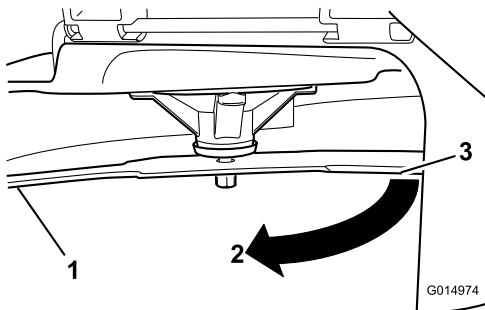

Figura 58
3. Segunda distância medida entre a lâmina e a superfície (B)
4. Rode a mesma lâmina 180 graus para que a extremidade de corte oposta fique na mesma posição (Figura 58).